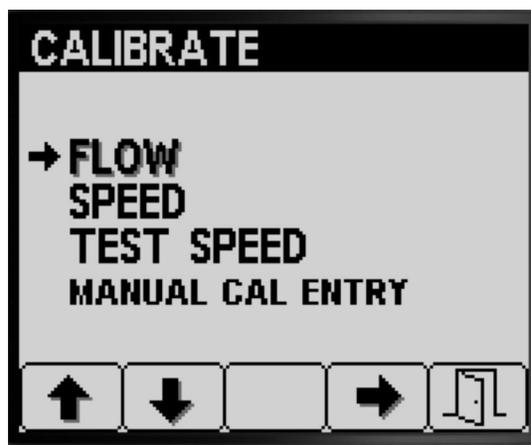

Figura 41
2. Prima os botões 1 ou 2 no submenu CALIBRAÇÃO para navegar para a opção FLUXO (Figura 41).
3. Prima o botão 4 para selecionar a opção Calibração do fluxo (Figura 41).